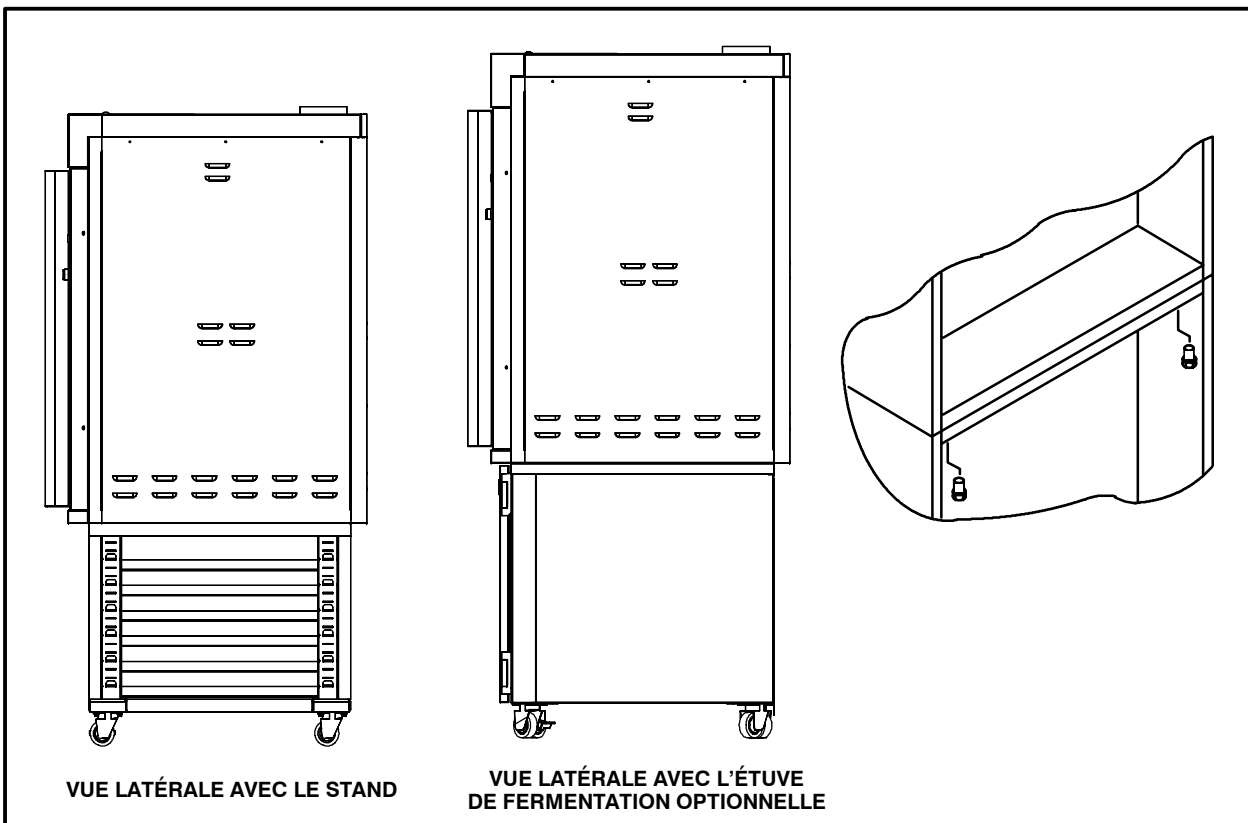

Figure 1
1. Centrez le châssis du four sur le dessus du stand de manière que le four surplombe ce dernier à l'avant et à l'arrière. Voir la Figure 1.
3. Alignez les deux trous de boulons de chaque côté du stand avec les deux trous filetés de chaque côté du four. Voir la Figure 1.
1. Centrez le châssis du four sur le dessus de l'étuve de manière que le four la surplombe à l'avant et à l'arrière. Voir la Figure 1.
3. Alignez les deux trous de boulons de chaque côté de l'étuve avec les deux trous filetés de chaque côté du four. Voir la Figure 1.